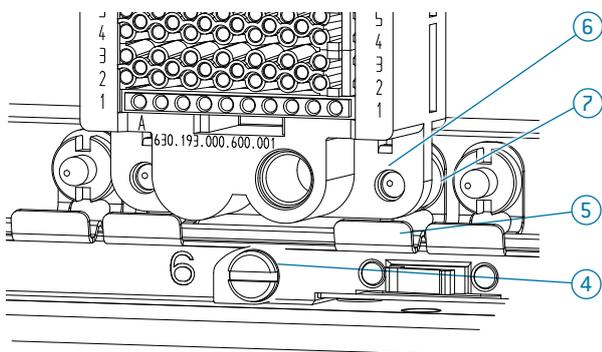
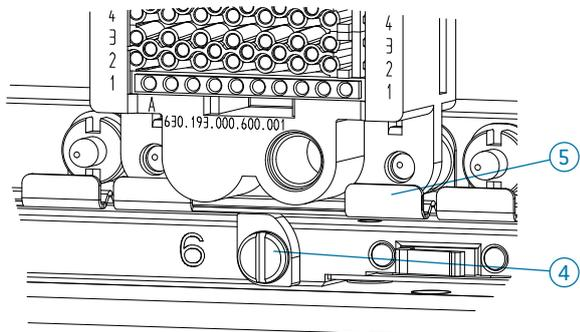

Abb.70
Abb.71
- ▶ Öffnen Sie zum Einsetzen eines Steckverbinders die obere und untere Exzentrerschraube (4) des jeweiligen Steckplatzes. Drehen Sie dazu die Exzentrerschraube um 90° gegen den Uhrzeigersinn (Abb. 70).
- ▶ Richten Sie die Seite mit den zwei Führungsbuchsen (1) nach oben aus.
- ▶ Setzen Sie den Steckverbinder (3) in den Steckplatz ein. Setzen Sie dazu die Bohrungen des Rahmens (6) auf die Zentrierstifte (7).
- ▶ Drehen Sie zum Schließen die obere und untere Exzentrerschraube um 90° im Uhrzeigersinn. Das Federblech der Halterung (5) wird über die Drehung der Exzentrerschraube (4) in die Verriegelungsposition gebracht. Der Steckverbinder ist somit in seiner Lage gesichert (4) und (5) (Abb. 71).
- ▶ Bitte verwenden Sie eine angemessene Kabellänge für den Kabelbaum der Stecker (3). Um die Stecker (3) zu entfernen, diese nach vorne ziehen, leicht drehen und den Stecker durch den Receiver schieben.